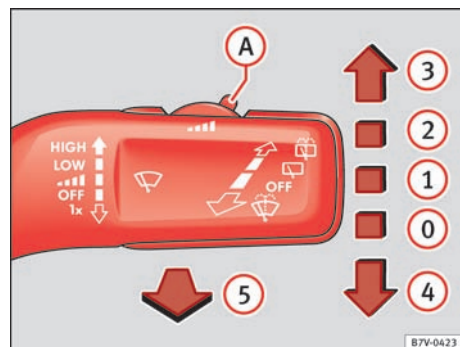

Fig. 66 Sådan betjenes forrudeviskerne.
| ① | Intervalfunktion til forruden | Intervaltrinene (biler uden regnsensor) eller regnsensorens følsomhed indstilles med kontakten ⇒ Fig. 66 ①A. |
- Tryk betjeningsarmen til viskerne nedad et kort øjeblik ⇒ Fig. 66 ④.